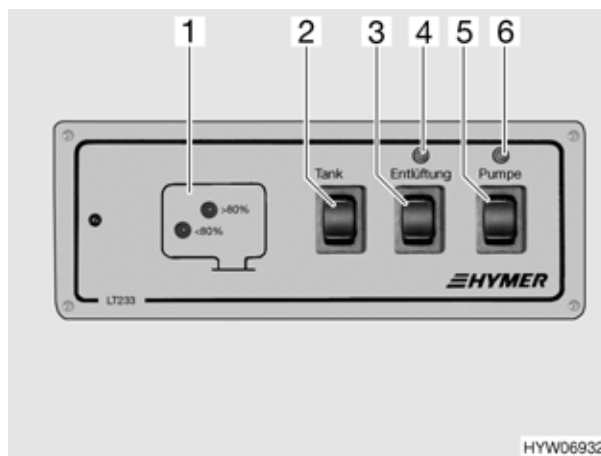

Fig. 100 Pannello di controllo per la toilette
- Premere l'interruttore a bilico (Fig. 100,5) in alto: si attiva la pompa. Ad inserimento avvenuto, si accende la luce spia di controllo (Fig. 100,6) di colore verde.
- In caso di necessità premere in alto l'interruttore a bilico (Fig. 100,3): si attiva per un breve momento l'aerazione. Ad inserimento avvenuto, si accende la spia di controllo (Fig. 100,4) di colore verde.
- Premere l'interruttore a bilico (Fig. 100,2) in alto: una delle luci spia (Fig. 100,1) si accende.